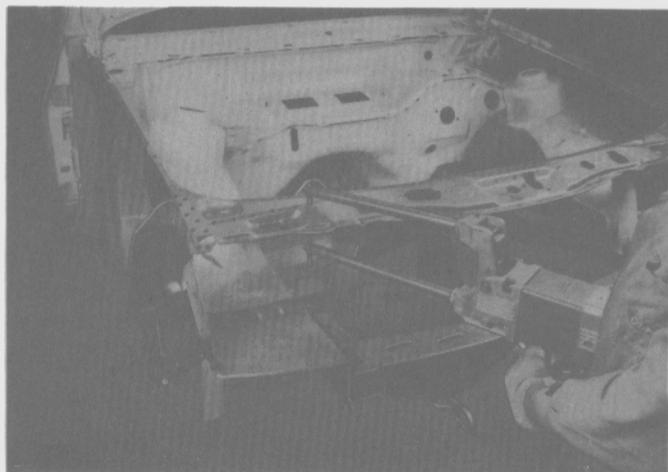

Fig. 107
- Soldar por puntos el panel del soporte del radiador a los paneles del guardabarro delantero interior y a los paneles de montaje de los faros (Fig. 107).